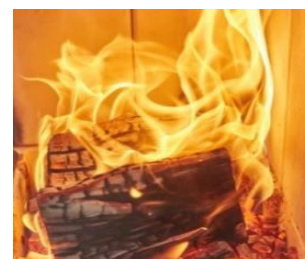

Fig. 8: Formazione della fiamma
- Quando, dopo alcuni minuti, i ciocchi di legna hanno preso fuoco bene tutt'intorno (vedi fig.8), chiudere il registro dell'aria comburente del 50 % circa (regolate la manopola in posizione centrale – vedi pg.1 / fig.2) e, se presente, chiudere la valvola a farfalla del 50 % circa (maniglia verso sinistra – vedi fg.6).